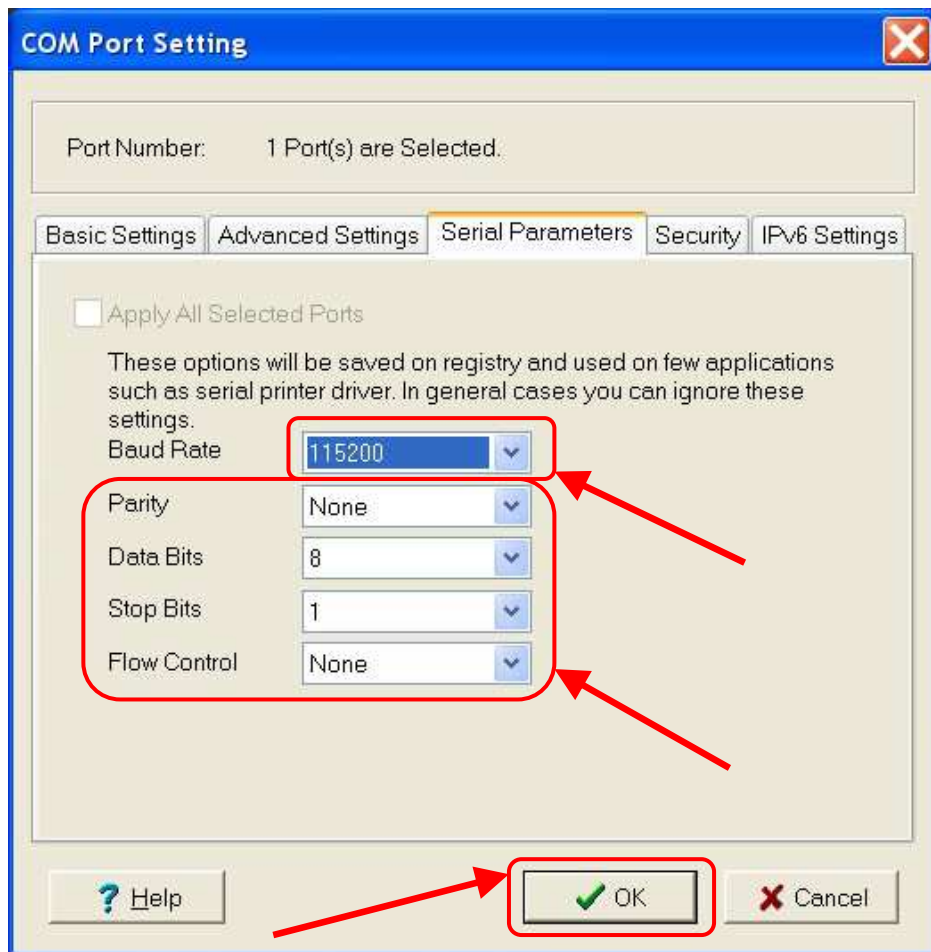

Рис. 16.17. Утилита «NPort Windows Driver Manager», параметры порта, «Serial Parameters».
16.20. На вкладке «**Serial Parameters**» установите параметры порта «**Parity**», «**Data Bits**», «**Stop Bits**» и «**Flow Control**» так, как показано на Рис. 16.17.